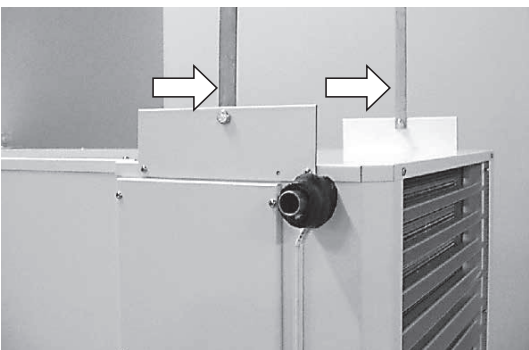

Bild 5
5. Vid svag väggkonstruktion eller dåliga fastsättningsmöjligheter skall takpendlar fästas i värmefläkten enl. bild pilar bild 5, för att avlasta väggen. Takpendlarna levereras fasttejpade på filterluckans insida.